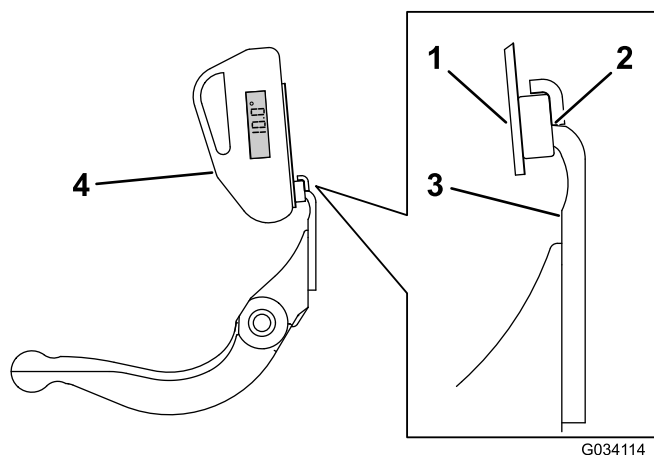

**Figure 27**
1. Placez l'indicateur d'angle sur le côté inférieur de la contre-lame, comme montré à la Figure 27.